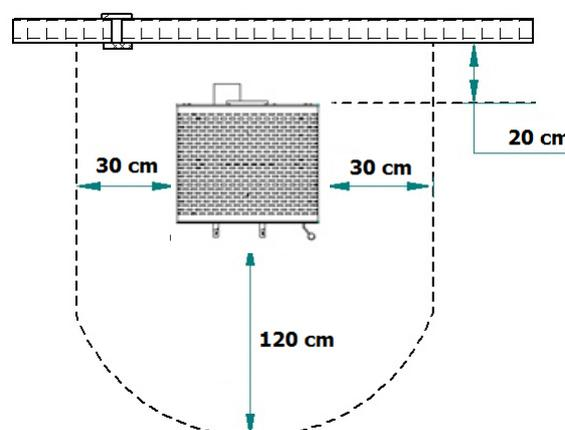

Figure 40 - Distances de sécurité minimales
* Aucun matériau combustible ne doit être utilisé à proximité des murs de poêle à bois. Il doit respecter une distance de sécurité de 20 cm par rapport au dos, de 30 cm sur les côtés et de 120 cm à l'avant, Figure 40;